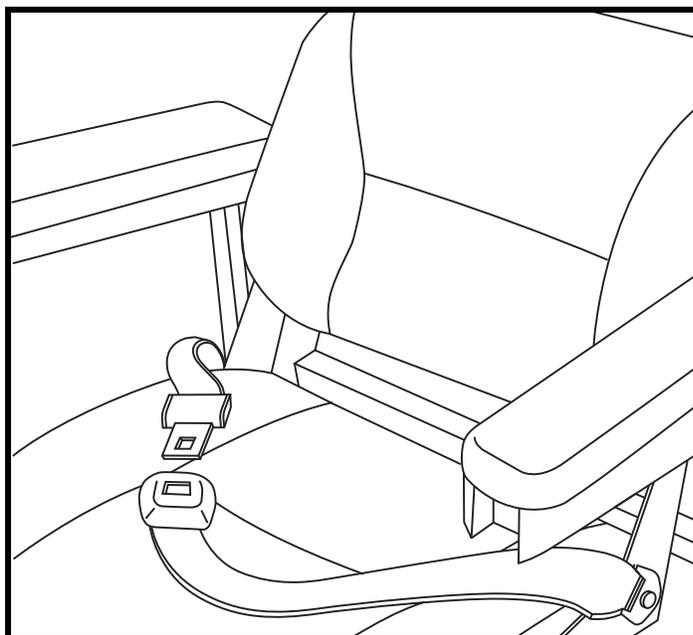

Figure 20. Ceinture de positionnement
**Voir la figure 20.** La ceinture de positionnement, réglable, a été conçue pour soutenir et empêcher tout glissement vers le bas ou vers l'avant une fois assis. La ceinture de positionnement n'a pas été conçue pour être utilisée comme ceinture de sécurité.
1. Prenez place sur le siège, insérez la patte métallique d'un côté dans le boîtier de la boucle du côté opposé jusqu'à ce que le «clic» se fasse entendre. **Voir la figure 20.**